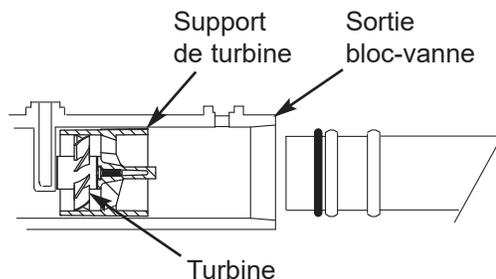

FIG. 10
- Assurez-vous que la turbine et le support sont en place dans la sortie du bloc-vanne, tel qu'illustré par la Figure 10.